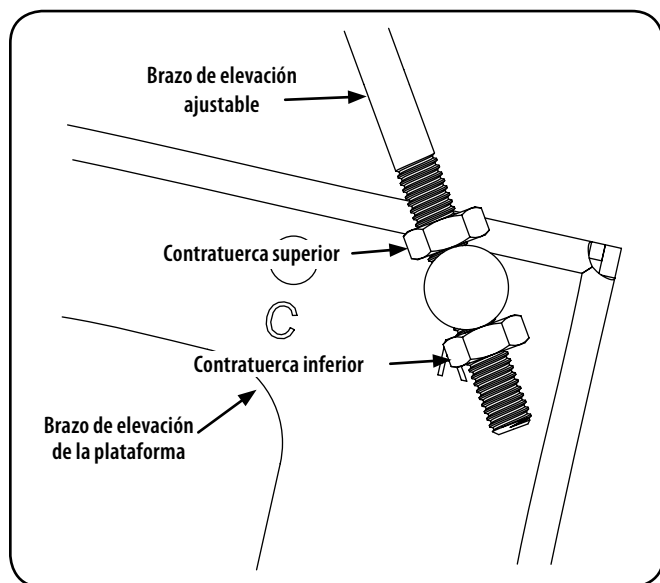

Figura 32
3. Afloje la contratuercas inferior del brazo de elevación ajustable que está conectado al brazo de elevación de la plataforma a fin de bajar la plataforma y ajuste la contratuercas superior para sujetar la plataforma en su lugar, afloje la contratuercas superior, luego ajuste la contratuercas inferior para sujetar la plataforma en su lugar. Vea la Figura 32.